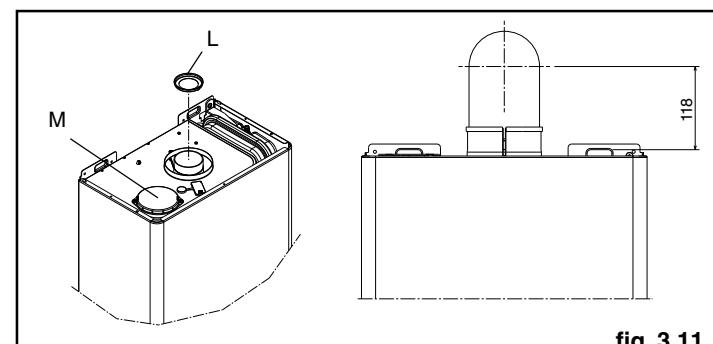

fig. 3.11
La caldaia viene fornita predisposta per essere collegata a condotti di scarico/aspirazione coassiali e con l'apertura per l'aspirazione aria (M) chiusa (fig. 3.11). Gli scarichi coassiali possono essere orientati nella direzione più adatta alle esigenze del locale, rispettando le lunghezze massime riportate in tabella.